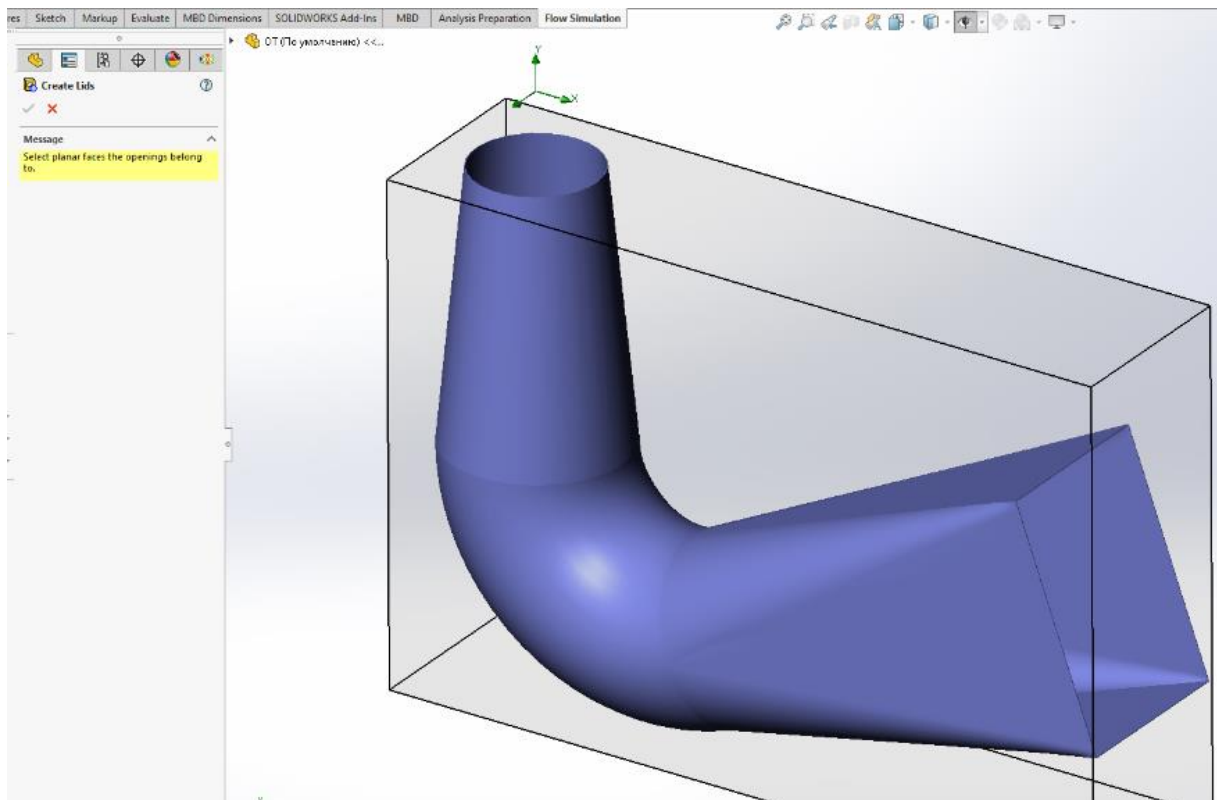

Рисунок 10.10 – Запуск автоматичного створення заглушок
1. Відкрийте інструмент **Create Lids**. Якщо з'явилося попередження, натисніть **Yes** у діалоговому вікні для автоматичного запуску інструменту **Create Lids** (рис. 10.10).